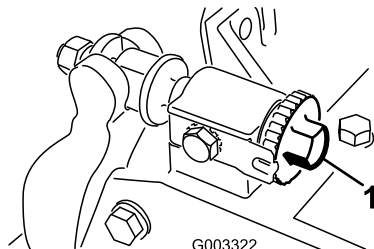

Рисунок 11
1. Установите режущий блок на ровной горизонтальной поверхности. Поверните регулировочные винты неподвижного ножа против часовой стрелки, чтобы неподвижный нож не касался барабана (Рисунок 11).
Внимание: Проследите, чтобы гайки с обратной стороны регулировочных винтов планки неподвижного ножа не упирались в рабочую поверхность (Рисунок 11).